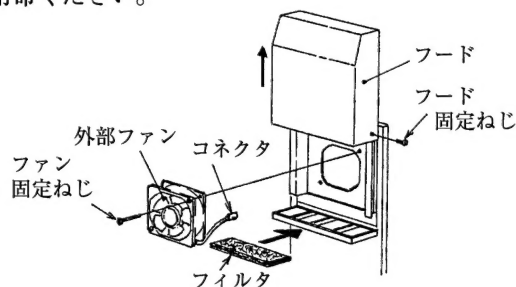

図1
- ①上側フードのフード固定ねじを外してください。（図1）
- ②フードを上部にスライドし、取外してください。（図1）
- ③コネクタを外してファン固定ねじを外してください。（図1）
- ④ファンを外してください。（図1）
- ⑤ファンを取付ける場合は、①～④の逆手順で行ってください。
- ③フィルタを引き抜いてください。（図1）
- ④フィルタを入れる場合は、①～③の逆手順で行ってください。